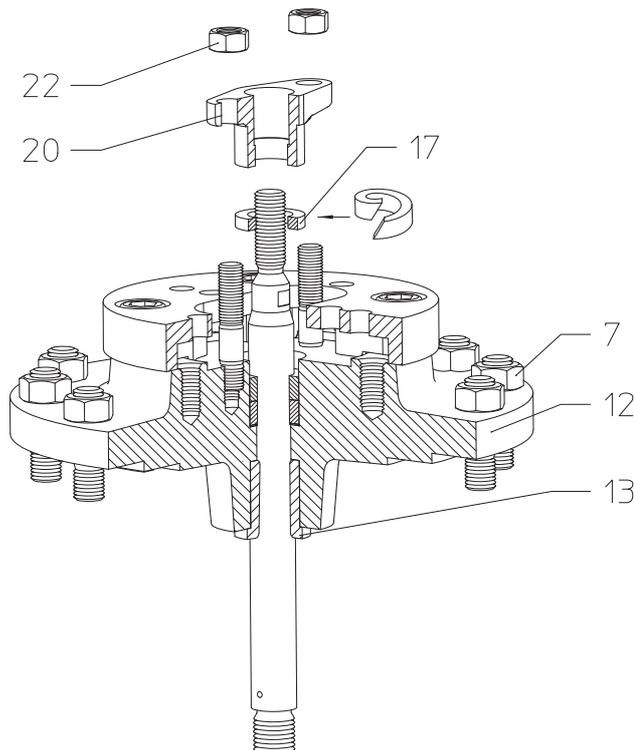

Bild 8: Stopfbuchspackung
- Neuen Packungsring (Pos. 17) einlegen, Einbau gemäß Darstellung Bild 8.